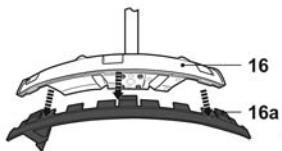

Fig. 5
- > En el modo desbrozadora, desenganche la pieza de borde [16a] del protector [16] desenroscando el tornillo [16b] y presionando las tres pestañas con ayuda de una herramienta (Fig. 5).